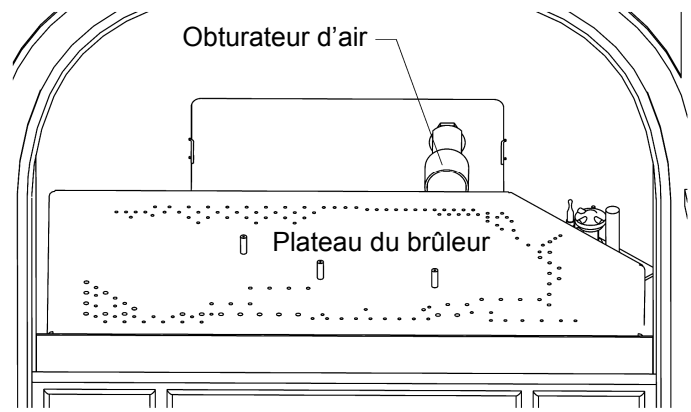

Figure 23. Retirez ensemble l'obturateur d'air et le brûleur.
7. **Retrait du plateau du brûleur** : NOTE- Aucune vis ne retient le brûleur au plancher de la chambre de combustion. Tirez l'obturateur d'air vers l'avant et soulevez ensemble le brûleur et l'obturateur d'air pour les sortir ensemble du poêle. Voir fig. 23.